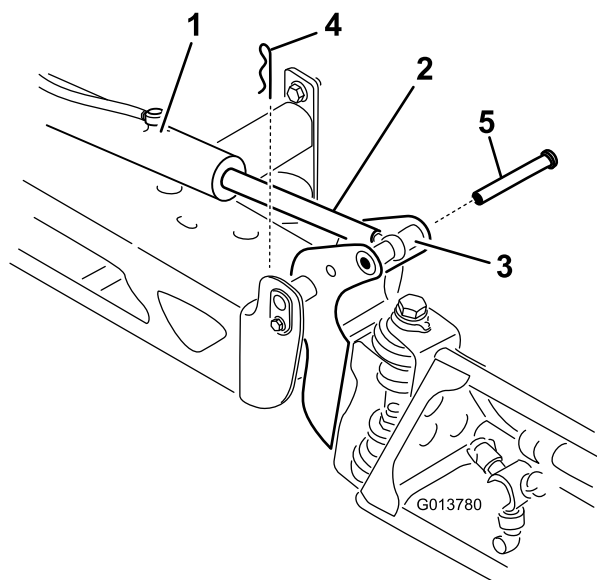

Figure 66
2. Retirez la goupille fendue de l'axe de chape (Figure 66).
3. Levez la section, retirez l'axe de chape et abaissez lentement la section au sol (Figure 66).
7. Tout en soutenant la section de pulvérisation, insérez l'axe de chape dans le pivot de rampe et la tige de vérin (Figure 66).